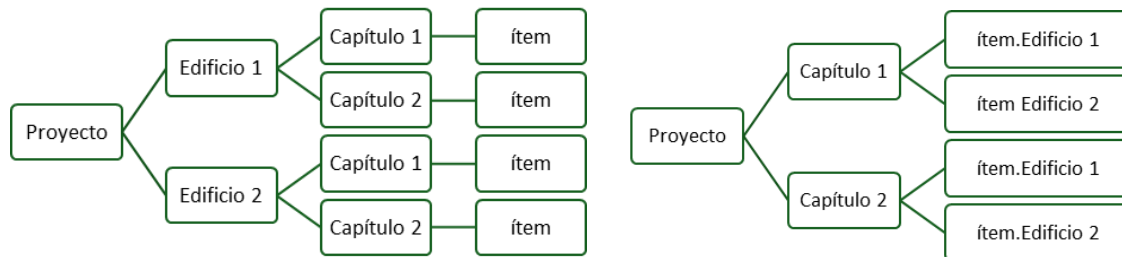

Imagen 7 Prefijo y sufijo en el sistema de clasificación
- **Añadir nombre del IFC como prefijo o sufijo:** Esta opción es útil si deseamos organizar el proyecto por edificios bien sea en el capítulo o en el ítem (Imagen 7).